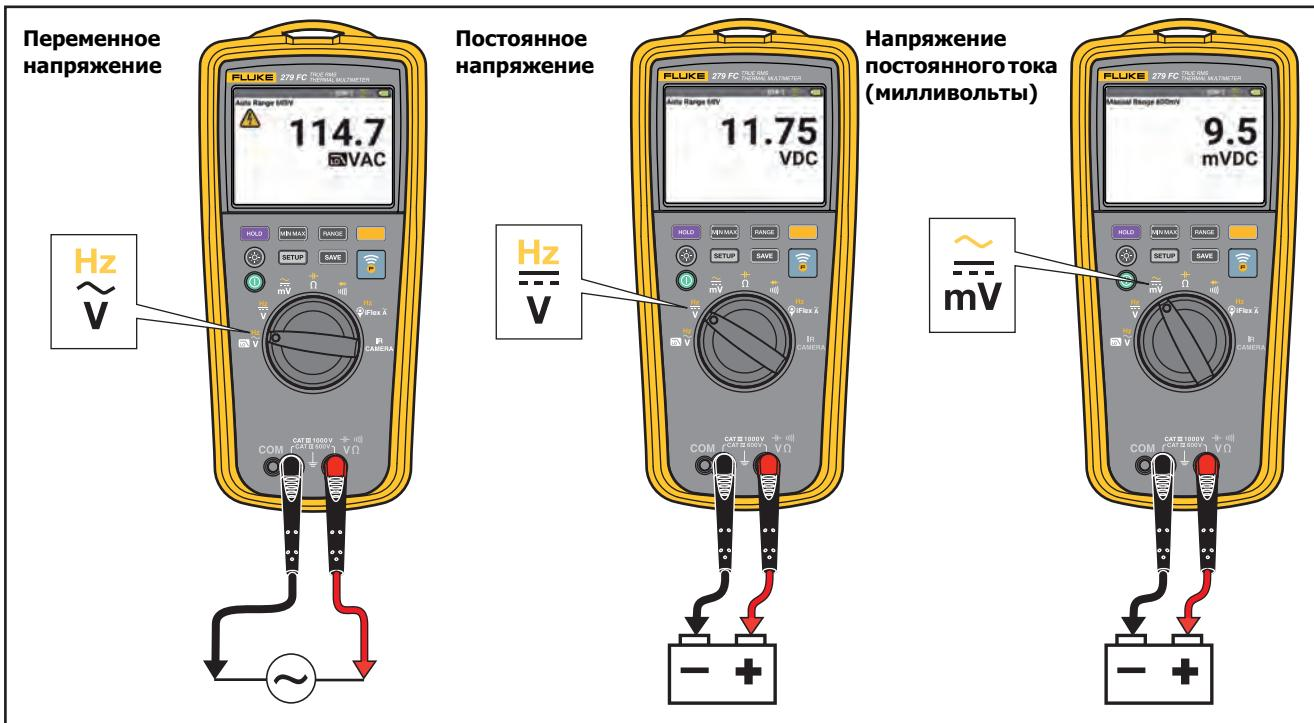

Рисунок 4. Измерения напряжения переменного и постоянного тока
- Измерения напряжения постоянного и переменного тока. См. Рисунок 4.
- Установите поворотный регулятор в положение $\frac{\approx}{\text{mV}}$. См. Рисунок 4.